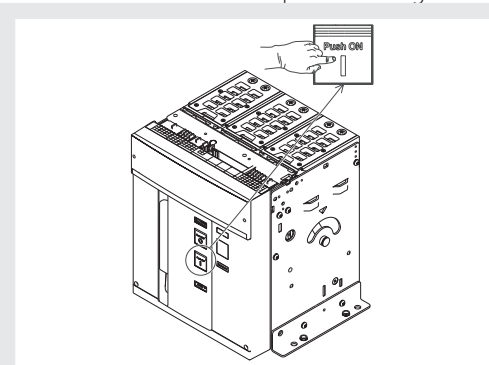

Figure 28
4. Fermeture - Appuyer sur le bouton de fermeture "I - Push ON" comme indiqué dans la Figure 28.